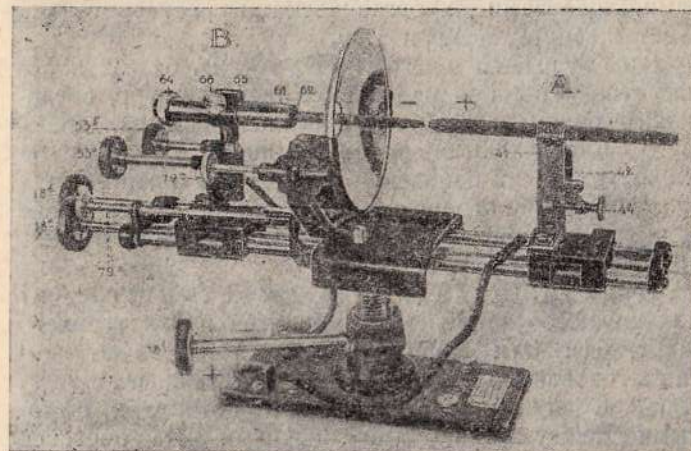

Рис. 60. Зеркальная дуговая лампа ТОМП с обозначениями деталей (вид спереди).
1. Направив глаз через отверстия обоих угледержателей и зеркала на центр окна киноаппарата и на объектив, регулируют высоту лампы маховиком 18в (рис. 60). Боковое же выравнивание достигается небольшими передвижениями и поворотами всей лампы, после чего лампа вместе с фонарем закрепляется на столе.